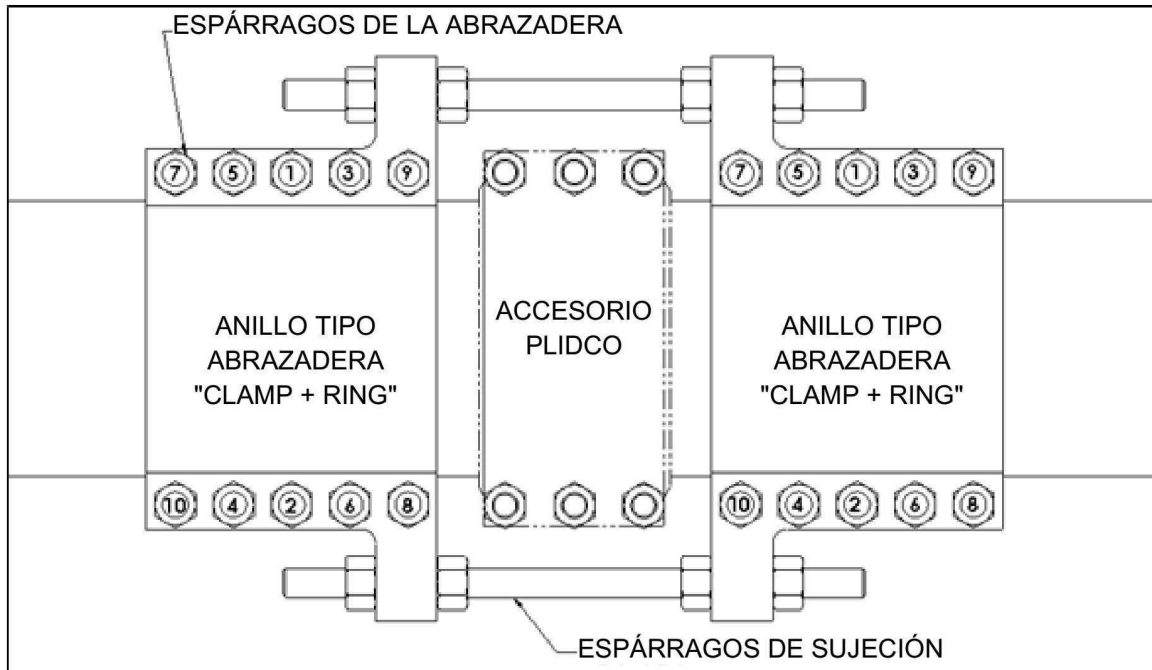

Figura 6
10. Apriete uniformemente los espárragos y tuercas de apriete en el anillo tipo abrazadera "PLIDCO Clamp+Ring", tal y como se indica en la **Tabla de pares de apriete para los anillos tipo abrazadera "PLIDCO Clamp+Ring"**. Los mejores resultados se obtienen manteniendo un espacio igual todo alrededor de las barras laterales mientras se aprietan los espárragos. Para asegurarse de que haya un acoplamiento completo de la tuerca debe tenerse un mínimo de 1/4 pulgada (6.4 mm) del espárrago extendiéndose más allá de la tuerca. La secuencia de apriete de los espárragos debe seguir el patrón que se muestra en la Figura 6, y debe realizarse repetidamente como sigue: